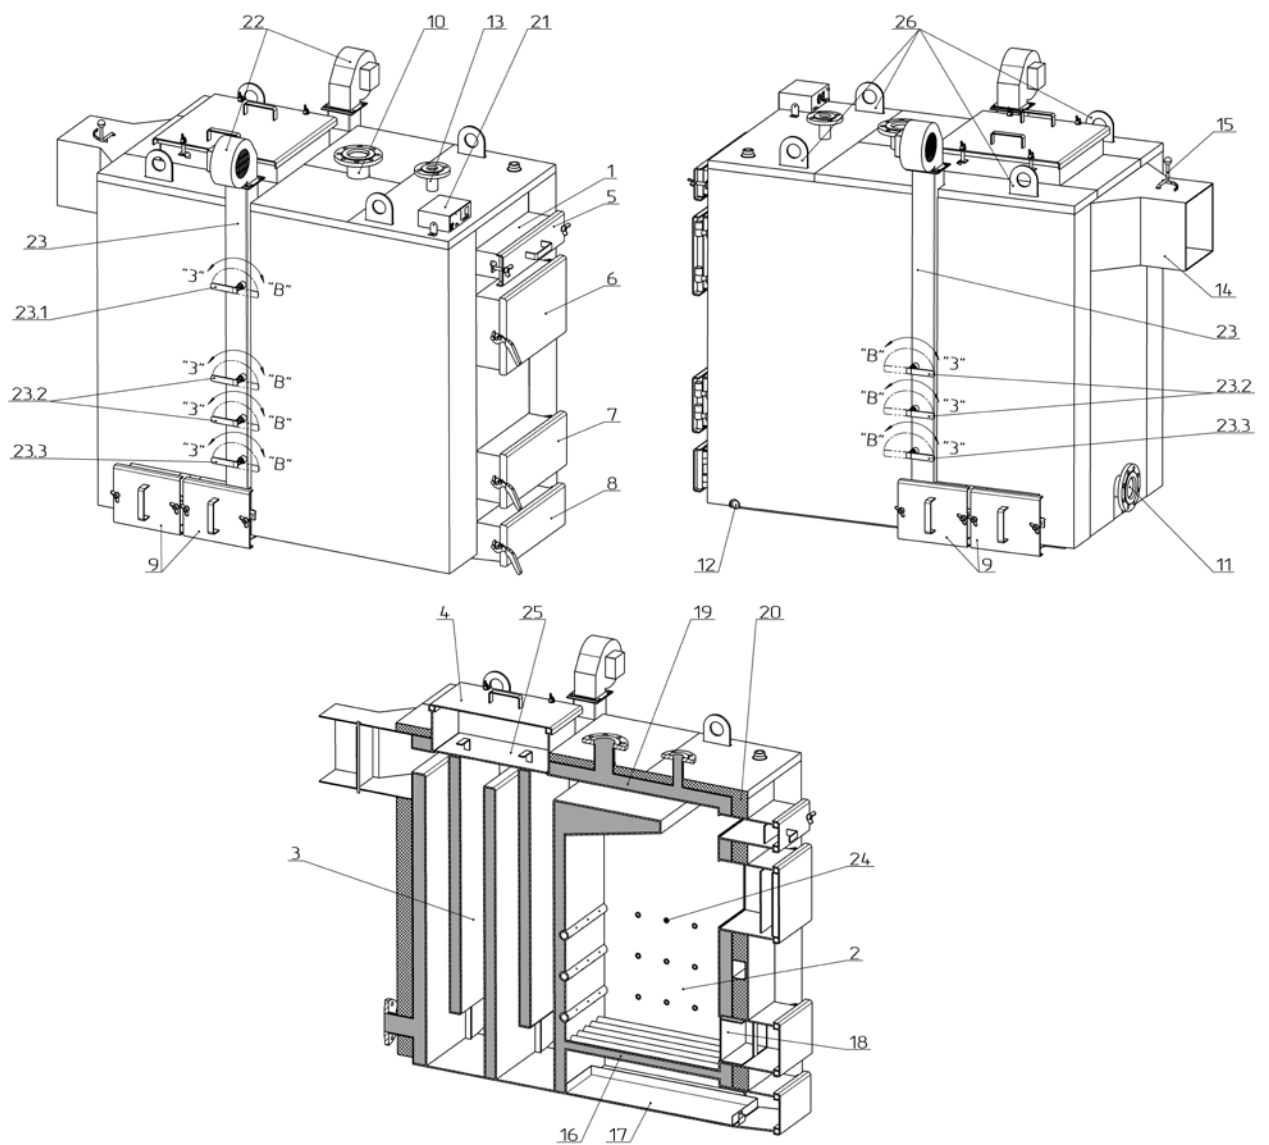

Рисунок 2 – Зовнішній вигляд та основні елементи котла
Конструктивно котел являє собою збірно-зварену конструкцію, що складається з корпусу (поз. 1, рис. 2) з камерою згоряння (топкою) (поз. 2, рис. 2). Конвекційна частина котла складається з комбінованого п'ятиходового теплообмінника (поз. 3, рис. 2) – горизонтальної (верхньої) полиці та чотирьох вертикальних колодязів.
Корпус котла виконаний в формі паралелепіпеду з подвійними стінками, які розділені водними перегородками (поз. 19, рис. 2). На зовнішній поверхні корпусу під декоративною обшивкою закріплена теплова ізоляція. (поз. 20, рис. 2).
Паливо для процесу спалення завантажується на колосникові ґрати (поз. 16, рис. 2) крізь завантажувальні дверцята (поз. 6, рис. 2). Колосникові ґрати виконані з товстостінних безшовних труб по яких постійно циркулює вода з водяної оболонки котла, що унеможливує їх прогорання. Згоряння палива в топці відбувається за участю повітря, яке постачається по двом каналам подачі повітря (правому та лівому) (поз. 23, рис. 2) припливними вентиляторами (поз. 22, рис. 2). Кількість повітря, необхідного для процесу згоряння, регулюється автоматично блоком автоматики управління (поз. 21, рис. 2).
Підведення і відведення теплоносія здійснюється відповідно через патрубки зворотної мережної води (поз. 11, рис. 2) і прямої мережної води (поз. 10, рис. 2).
Топочні гази виходять у димохід крізь боров (поз. 14, рис. 2), розташований у задній частині котла. Боров обладнано вбудованим дросельним клапаном продуктів згоряння – шибером (поз. 15, рис. 2). У випадку надто високої тяги у димоході шибер дає можливість її знизити шляхом часткового перекривання вихідного отвору борова.
Зола, яка утворюється в процесі згоряння палива, зсипається в нижню частину корпусу котла в якій розташована висувна полиця для золи – зольник (поз. 17, рис. 2).
У верхній частині корпусу котла розташований патрубок (в котлі 400 кВт – два однакові патрубки) для встановлення запобіжного клапана (поз. 13, рис. 2).
На бічній стінці корпусу у нижній її частині розміщено штуцер для зливу води з котла (поз. 12, рис. 2).
Для проведення завантажувально-розвантажувальних робіт з котлом, у верхній його частині передбачені такелажні елементи (поз. 26, рис. 2).
- на передній стінці котла (поз. 5, рис. 2);
- у верхній частині котла (поз. 4, рис. 2);
- на бічній стінці (поз. 9, рис. 2).
- ревізійний дверцята (поз. 7, рис. 2) для періодичного чищення колосникових ґрат;
- дверцята зольника (поз. 8, рис. 2) для можливості спорожнення висувної полиці – зольника.